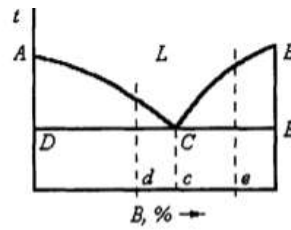

Рис. 30
**№ 59. В каком из сплавов эвтектическая реакция займет больше времени, если скорость кристаллизации во всех сплавах одинакова (рис. 30)?**